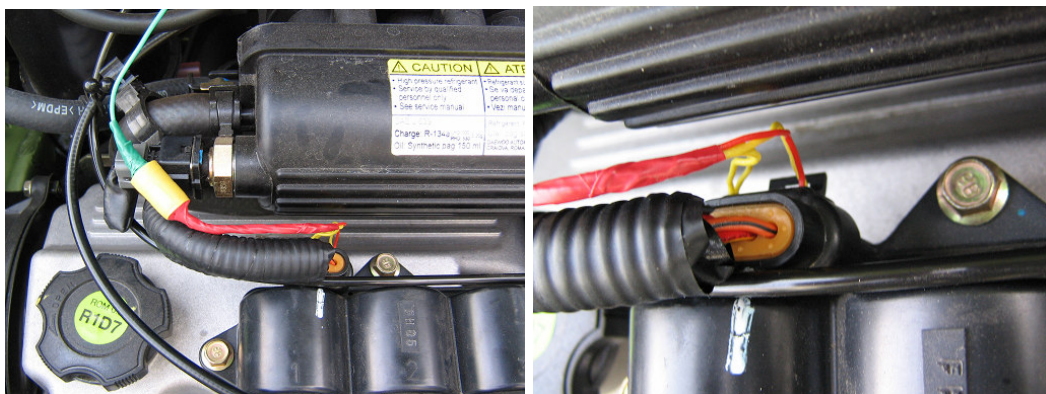

Figura 7 - ME3AT montat "artizanal"
- cea "improvizată" presupune introducerea firelor corespunzătoare punctelor **galbene** și **roșii** de pe schemă în conectorul "mamă" și apoi cuplarea cu grijă (pentru ca firele să nu iasă din conector) în conectorul "tată", rezultând ceva asemănător cu ceea ce se prezintă în Figura 7